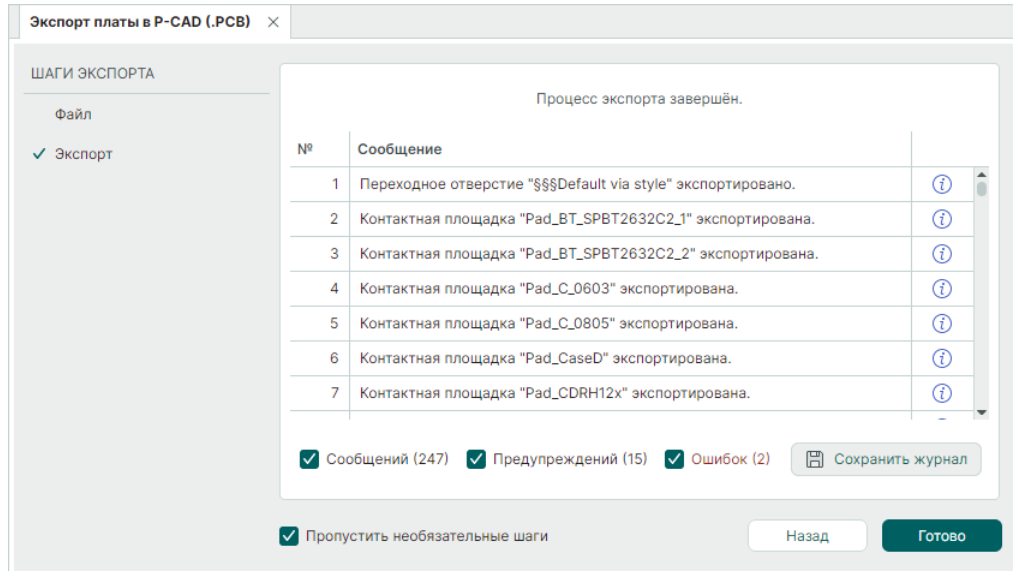

Рис. 46 Список сообщений
3. После завершения процесса экспорта отображается список сообщений, см. Рис. 46.